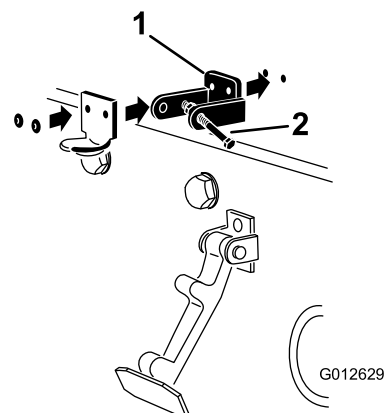

Figura 4
3. Ao alinhar os furos de montagem, posicione o suporte do trinco CE e o suporte do trinco do capot no capot (Figura 4).
5. Aplique rebites nos suportes e nas anilhas ao capot (Figura 4).